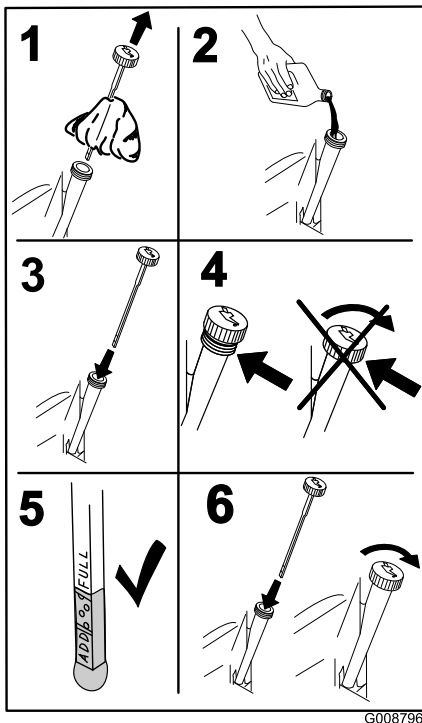

Figure 31
4. Versez lentement environ 80% de l'huile spécifiée dans le tube de remplissage puis faites l'appoint lentement jusqu'à ce que le niveau atteigne le repère du plein (**Full**) (Figure 31).